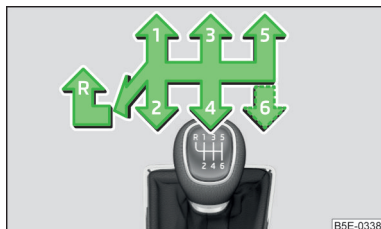

Fig. 126
Sobre la palanca de cambio se presenta el esquema de cambio para cada posición de cambio » fig. 126.
- Presionar hacia abajo la palanca de cambio y colocarla completamente hacia la izquierda y luego hacia adelante en la posición **R** » fig. 126.